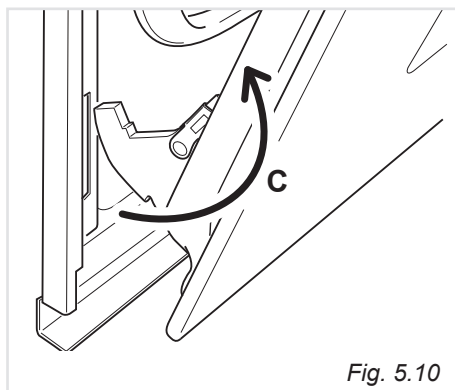

Fig. 5.10
- Estrarre i ganci delle cerniere (destra e sinistra) dal loro alloggiamento (freccia "C" - fig. 5.10).